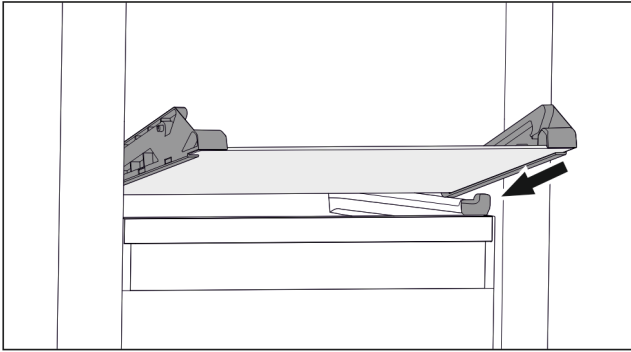

Fig. 73 Стъклена плоча на наклонящото се чекмедже
- ▶ Поставете стъклената плоча под ъгъл зад ограничителите. (виж Fig. 73)